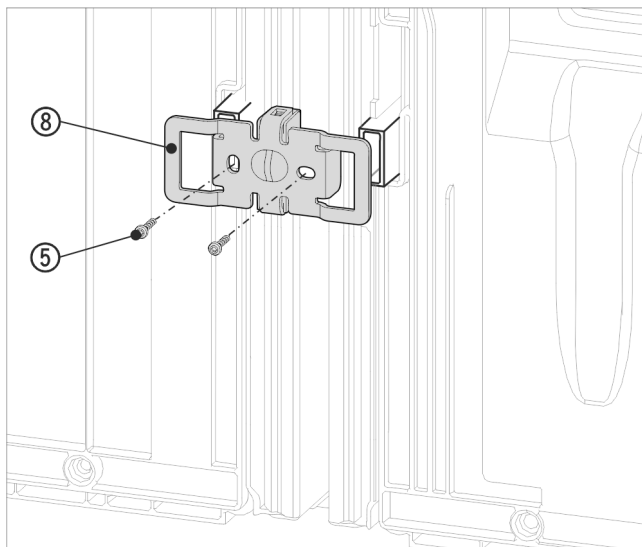

Fig. 20 例图
- 使用凹槽重新将角 Fig. 20 (8) 推入壁距调整垫片的插槽上方。
- 使用两颗螺栓 Fig. 20 (5) 拧紧固定。